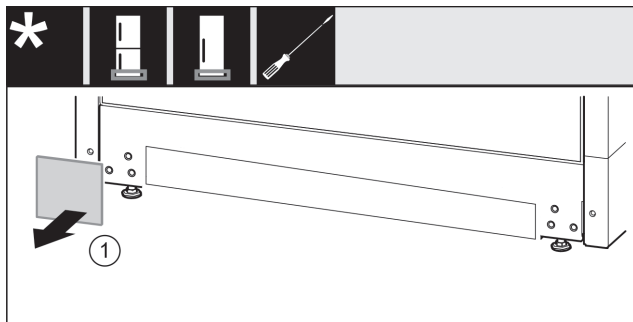

Fig. 18
- ▶ Afdekking Fig. 18 (1) wegnemen.